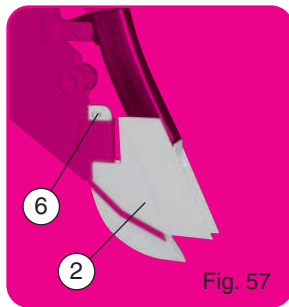

Fig. 57
- Enlever la pointe 7065a, puis mettre en place la pointe ② réf. 7065b (fig. 57). Bien écarter la goupille fendue ⑥ pour qu'elle ne touche pas aux disques ouvreurs.
- Remove the shoe 7065a, then position the tip ② ref 7065b (fig. 57). Split open wide the pin ⑥ so that it does not touch the disc openers.
- Entfernen Sie die spitze 7065a. Setzen Sie das Schar 7065b - Fig. 57 - ein Achten Sie darauf, dass der Splint ⑥ richtig eingeschlagen wird und nicht die Scheiben berührt.